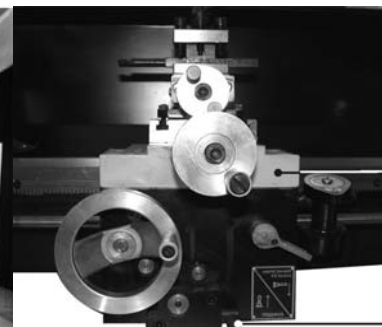

Рис. 17
10.4. Точение с автоматической подачей (Рис. 17, 18)
10.4.3. Переключением рычага (26) включения автоматической подачи в верхнее положение приводится в действие автоматическое перемещение каретки (24), Рис.17.